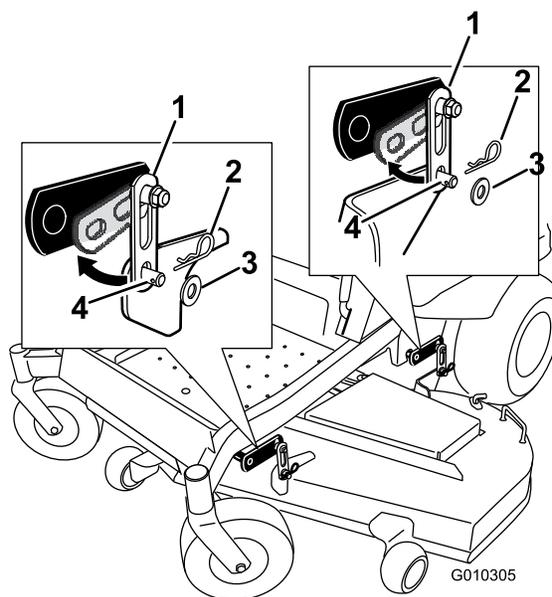

Figura 70
2. Retire los herrajes de las pletinas de suspensión delanteras y traseras en ambos lados de la carcasa (Figura 70).
5. Eleve la parte trasera de la carcasa del cortacésped y sujete el soporte trasero de la carcasa a las pletinas de suspensión traseras. Sujételos con una arandela y un pasador de horquilla (Figura 70).
6. Conecte el soporte delantero de la carcasa del cortacésped a las pletinas de suspensión delanteras y sujételas con una arandela y un pasador de horquilla (Figura 70).